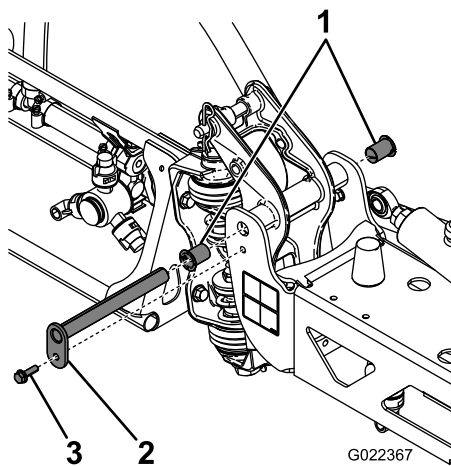

Bild 59
3. Wenn das Gewicht des Auslegers abgestützt ist, nehmen Sie die Schraube und die Mutter ab, mit denen der Lagerbolzen am Ausleger befestigt ist (Bild 59).
4. Entfernen Sie die Schraube und die Mutter, mit denen der Lagerbolzen befestigt ist, und nehmen Sie den Bolzen ab (Bild 59).
6. Nehmen Sie die Nylondrehbuchsen vorne und hinten an der Schwenkhalterung ab und prüfen Sie sie (Bild 59).
7. Tragen Sie etwas Öl auf die Nylondrehbuchsen auf und setzen Sie sie in die Schwenkhalterung ein (Bild 59).
8. Montieren Sie den Ausleger und die Schwenkhalterung im mittleren Rahmen und fluchten Sie die Löcher aus (Bild 59).